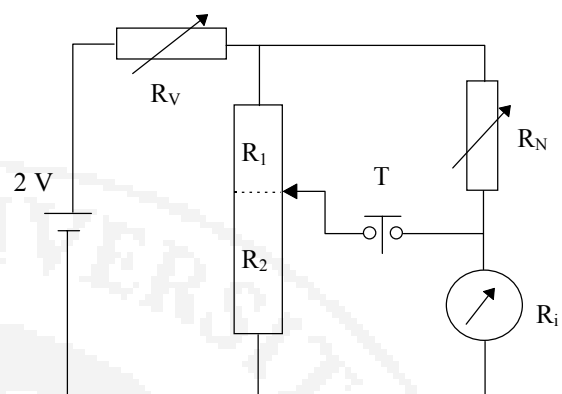

Bild 2: Brückenschaltung zur Messung des Innenwiderstands  $R_i$
- 3.2 Zur Bestimmung von  $R_i$  in der Brückenschaltung ist das Drehspulinstrument in einen der Zweige einzuschalten; es dient gleichzeitig als Anzeigeelement, so dass das Nullinstrument in der Brücke entfällt (siehe Bild 2). Die Brücke ist abgeglichen, wenn das Öffnen und Schließen des Diagonalzweigs mittels Taste  $T$  den Ausschlag nicht ändert. Der Dekadenwiderstand  $R_N$  ist so einzustellen, dass bei Abgleich  $R_1 \approx R_2$  ist.